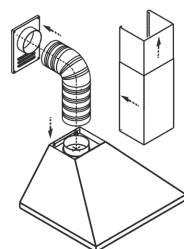
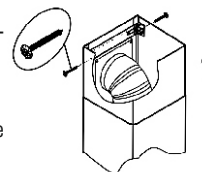

рис. 8
рис. 11
6.5. В зависимости от режима эксплуатации вытяжки соедините вентилятор (при помощи переходника) КВ «Оптимa 50/60П(Н)-400-ПЗЛ», «Оптимa 50/60П(Н)-400-КЗЛ» с вентиляционной решеткой воздухопроводом (рис. 8) или установите на вентилятор угольные фильтры. Угольные фильтры устанавливаются на защитные решетки корпуса вентилятора (рис.9, 9А).
6.7 Установите фальштрубы (рис. 8, 9). Выдвиньте верхнюю фальштрубу, (рис. 11) и прикрепите ее самонарезающими винтами к кронштейну. На вытяжки «Оптимa 50/60П(Н)-400-ПЗЛ», «Оптимa 50/60П(Н)-400-КЗЛ», «Оптимa Wood 60П-430-ПЗЛ» устанавливается только одна нижняя фальштруба.
- будьте осторожны при установке фальштруб (рис. 8), не повредите поверхности из нержавеющей стали. Их легко поцарапать.